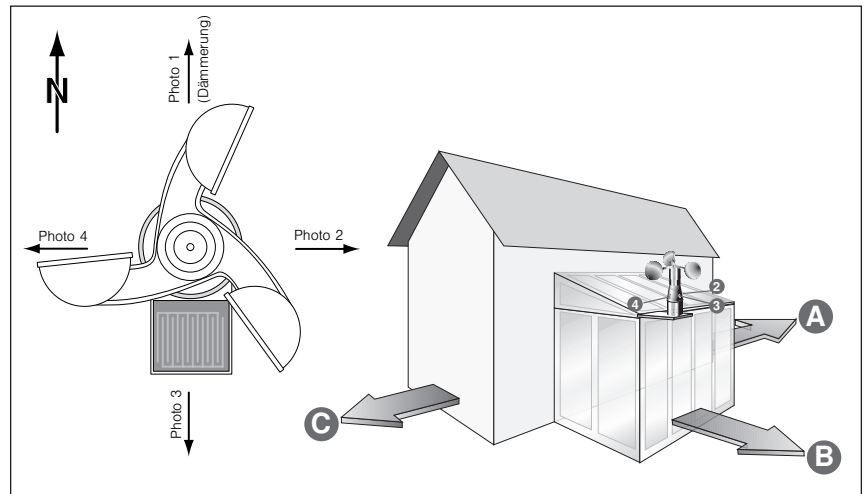

Abb. 5 Ausrichtung der Photodioden
- Die Photodioden im Messwertgeber müssen den gleichen Helligkeitsbedingungen ausgesetzt sein wie die zu steuernden Sonnenschutzbehänge. Richten Sie die Photodioden nach den zu verschattenden Gebäudefassaden aus (siehe Abb. 5).